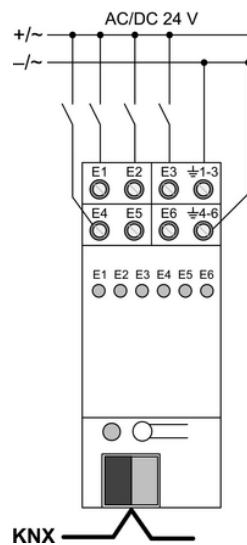

Figura 4: Collegamento esemplificativo ingresso binario 24 V
- Collegare l'apparecchio secondo lo schema esemplificativo (figura 4). Potenziale di riferimento comune per gli ingressi **E1...E3** e **E4...E6**.